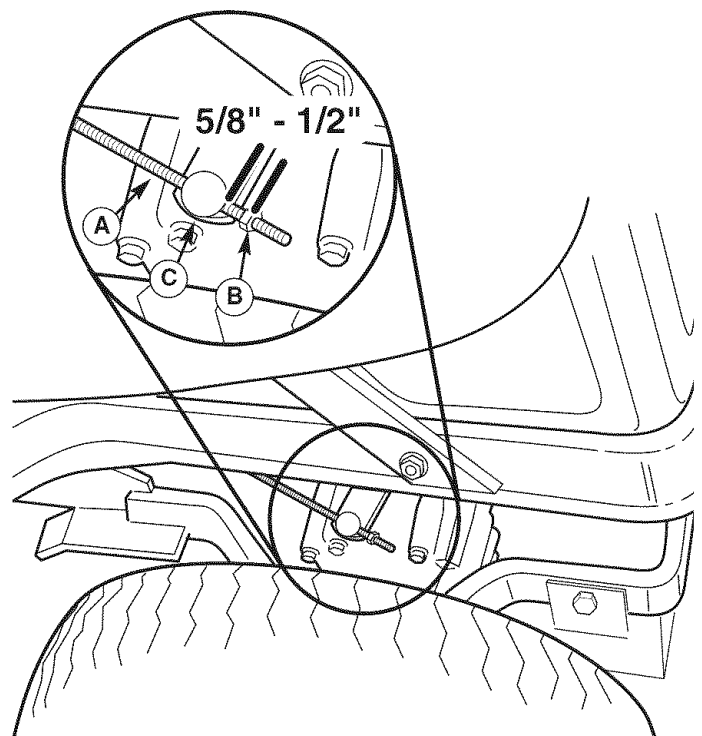

Figura 32. Ajuste del Freno
3. Empuje la palanca del freno (C, Figura 32) hacia adelante y jale la varilla del freno (A) hacia atrás. Debería de haber un intervalo de aproximadamente $5/8'' - 1/2''$ entre la tuerca de ajuste (B) y la palanca del freno. Si no, ajuste la tuerca (B) hasta llegar a $1/8''$.